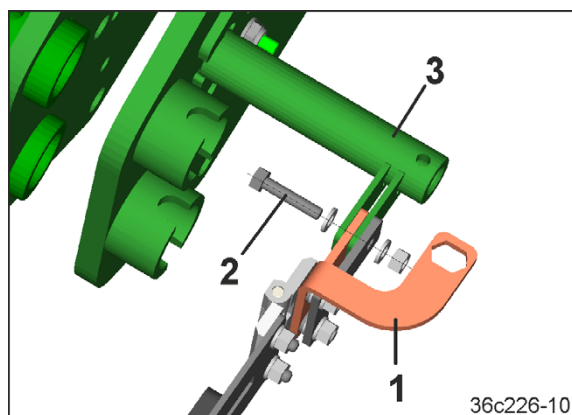

Рис. 111
5. Привинтите консоль (Рис. 111/1) винтом с шестигранной головкой (Рис. 111/2) к креплению (Рис. 111/3).